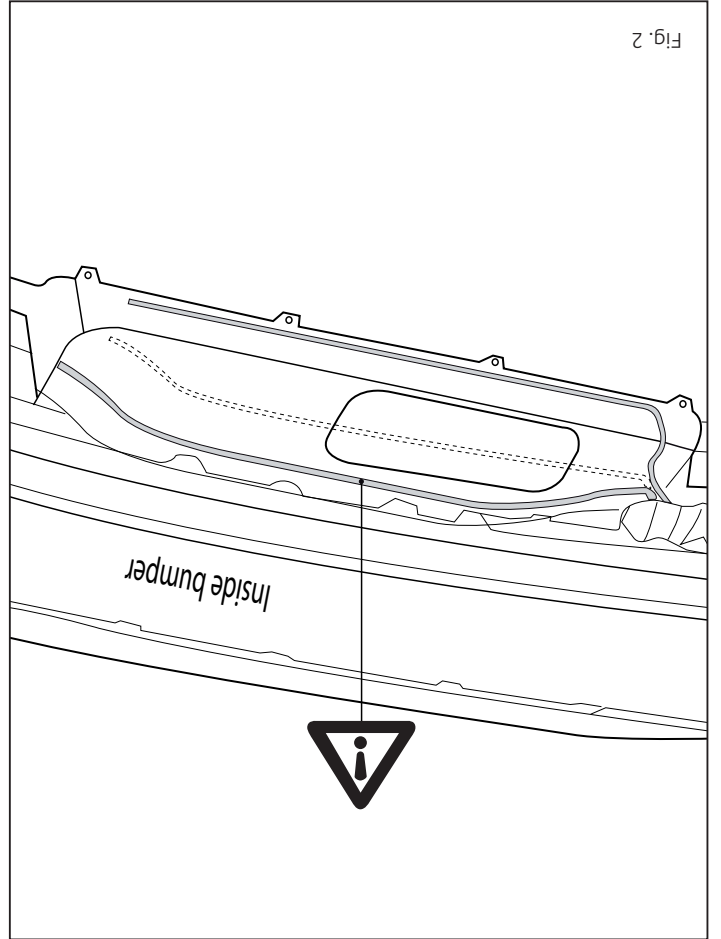

Fig. 2
2. **Please note:** Move the sensor and mount fit with new double-sided tape. See figure 2
2. **Achtung, wenn vorhanden:** Bewegen Sie den Sensor und passen sie mit neuem doppelseitigem Klebeband. Siehe Abbildung 2
2. **Attention, si présent :** Déplacer le capteur et l'adapter avec une nouvelle bande double face. Voir la figure 2